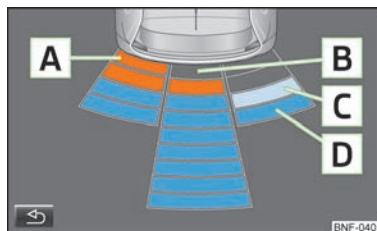

Fig. 65
- A** En forhindring, der registreres i kollisionsområdet, vises ved hjælp af det orange segment » Fig. 65. **Kør ikke videre!**
- Ved at trykke på funktionsknappen  på multifunktionssystemets skærm » Fig. 65.